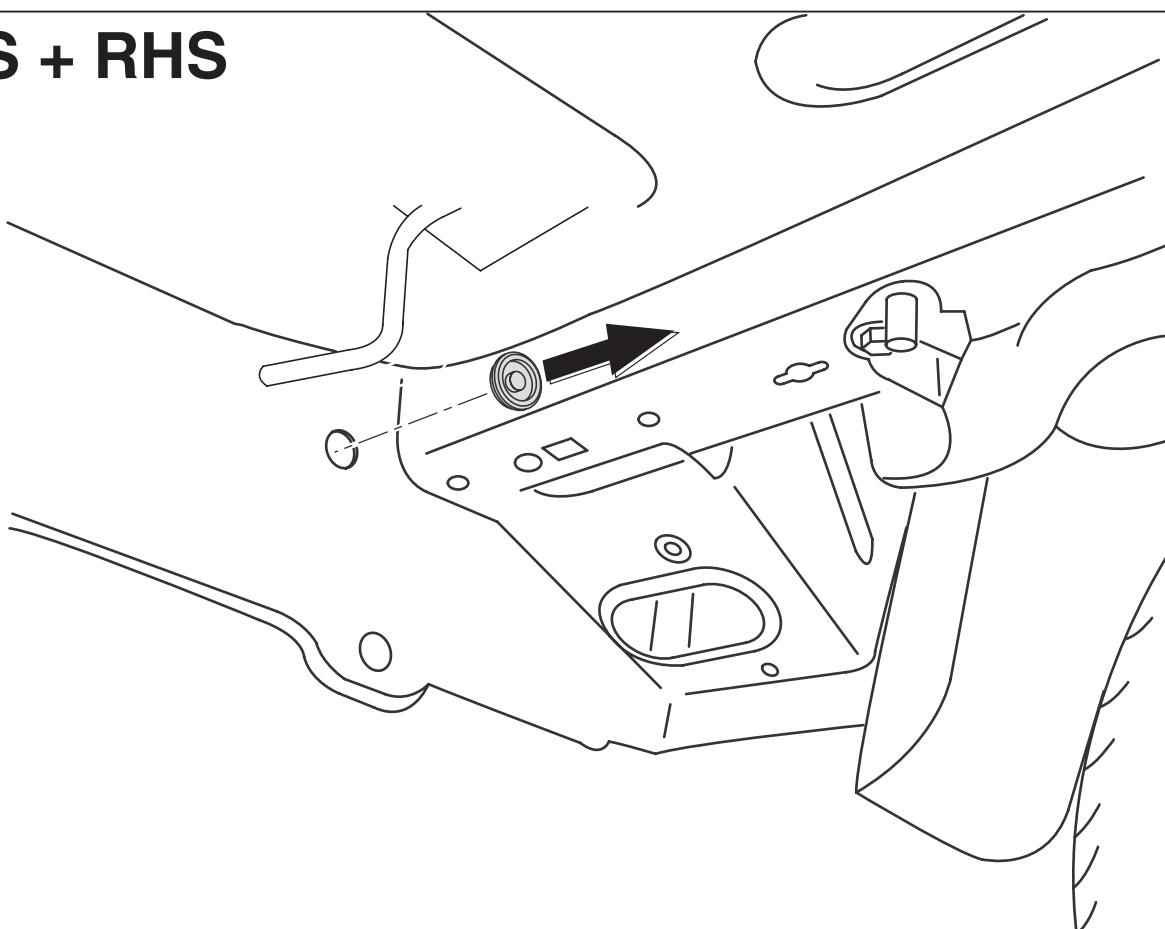

Fig.1
2. Avlägsna gummikåporna vid de markerade punkterna (se fig. 1).
2. Fjern gummikapslerne ved de markerede punkter (jævnfør fig. 1).
- Rimuovere i tappi in gomma dai punti indicati (vedi fig. 1).
(vease la fig. 1).
- W oznaczonych miejscach usunąć gumowe nakładki (patrz rys. 1).